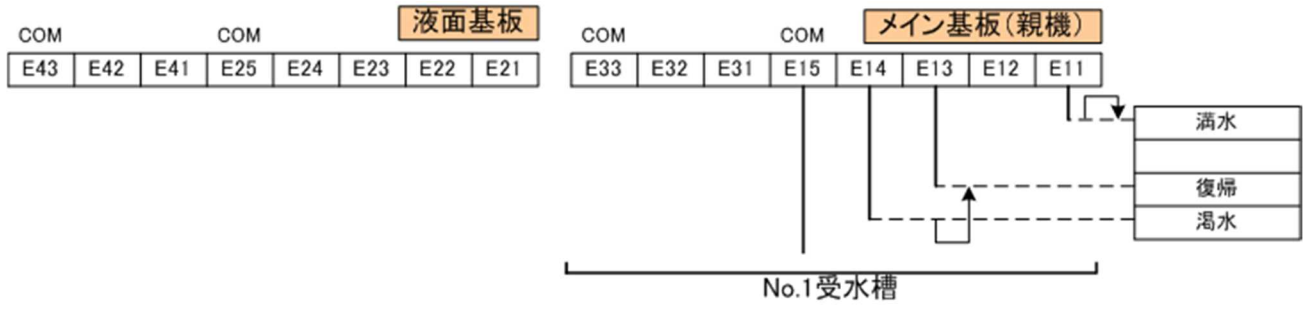

図 12
3. 図 12~23 について、BNEME 型と BNLME 型の場合は、メイン基板に親機の区別はありません。